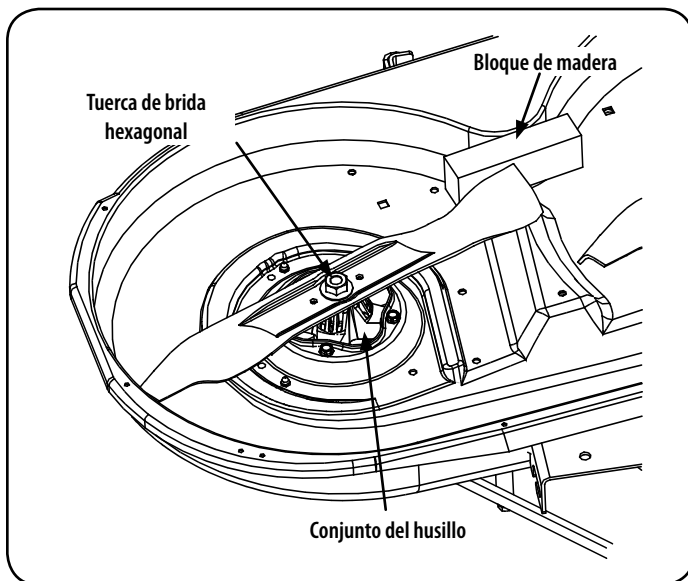

Figura 31
2. Use una llave de  $15/16$ " para sostener la tuerca hexagonal en la parte superior del conjunto del husillo cuando afloje la tuerca hexagonal que fija la cuchilla. Se puede colocar un bloque de madera entre el alojamiento de la plataforma y el borde de corte de la cuchilla para ayudar a aflojar la tuerca hexagonal que fija la cuchilla. Vea la Figura 31.